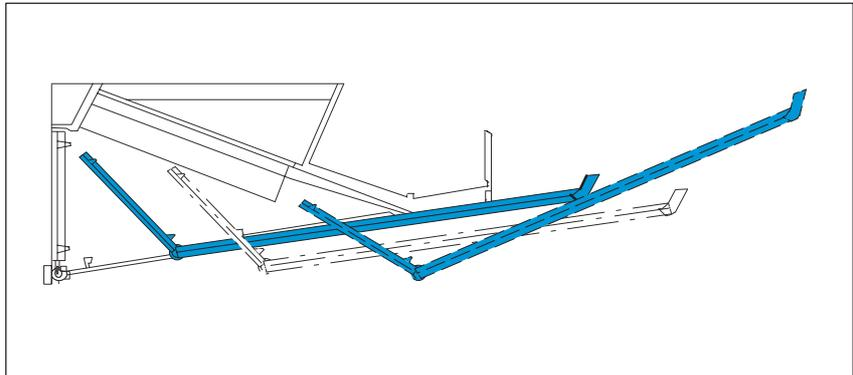

Bild 4-5 Boden aus der Lüfterzeile entfernen
2. Fassen Sie den Boden mit beiden Händen, drücken Sie ihn leicht nach unten und ziehen Sie ihn komplett aus der Lüfterzeile (siehe Bild 4-5).